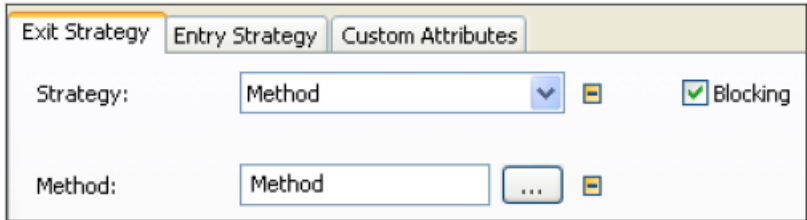

Рисунок 5 – Выходная стратегия Source
5) Откройте вкладку «Exit Strategy» и выберете Method, рисунок 5.